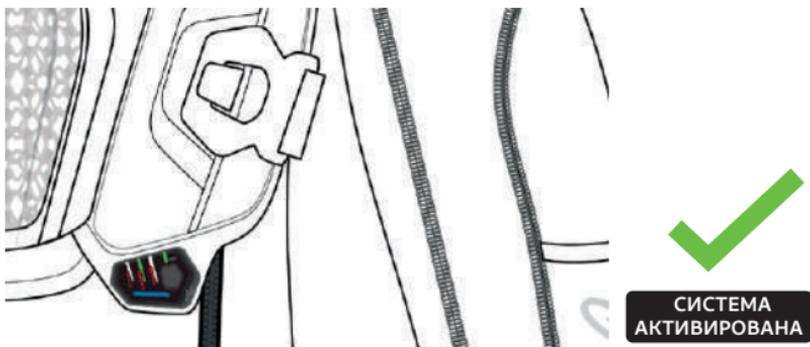

Рисунок 10: Система активна и работает корректно
2) После завершения этапа проверки, система автоматически активируется, и индикатор состояния (4с) загорится непрерывным синим светом (см. рисунок 10). В этом состоянии пользователь также может проверить: выбранный режим езды (индикатор режима 4d), уровень заряда батареи (индикатор батареи 4е) (см. также рисунок 6).